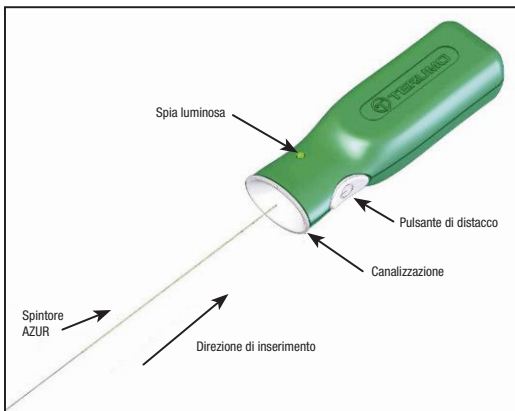

Figura 2: dispositivo di controllo del distacco AZUR
15. Prima di utilizzare il dispositivo, rimuovere l'estremità prossimale dello spintore dall'anello di confezionamento. Prestare attenzione a non contaminare questa estremità dello spintore con sostanze estranee come sangue o mezzo di contrasto. Inserire saldamente l'estremità prossimale dello spintore nella sezione di canalizzazione del dispositivo di controllo del distacco AZUR. Vedere la Figura 2. **Non premere il pulsante di distacco in questo momento.**
32. Collegare l'estremità prossimale dello spintore al dispositivo di controllo del distacco AZUR inserendo saldamente l'estremità prossimale dello spintore nella sezione di canalizzazione del dispositivo di controllo del distacco AZUR. Vedere la Figura 2.